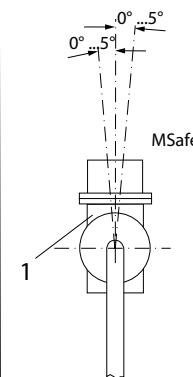

Bild 6
- Die Neigung des Geräts quer zur Rohrrichtung darf gegenüber der Senkrechten 5 Grad nicht überschreiten (Bild 6).